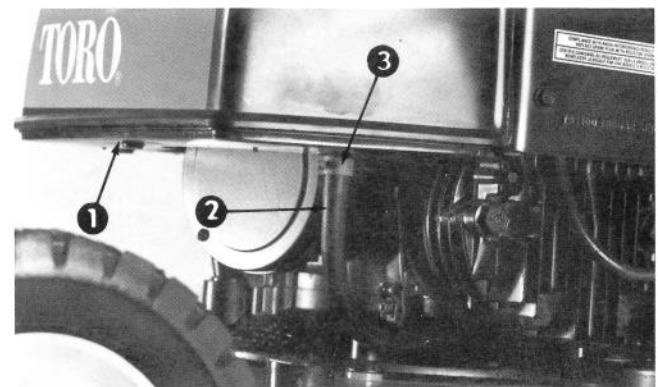

Figure 22
2. Placez un bac à vidange peu profond, propre, sous le réservoir à essence (Fig. 22).
3. Comprimez les bouts du collier qui serre la conduite d'essence sur la raccord du réservoir (Fig. 22), puis glissez-le le long de la conduite.